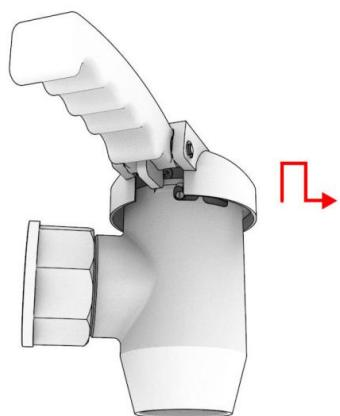

Рис. 4.9
9.9.9 Поверните направо в направлении, указанной стрелкой, поднимите вверх, поверните, нажмите вниз и снова поверните. (Обратите внимание, уплотнительные кольца должны быть целыми, не поврежденными) (см. Рис. 4.9). Для нормальной установки колец в кране подправьте край резинового кольца отверткой и поверните ручку крана.